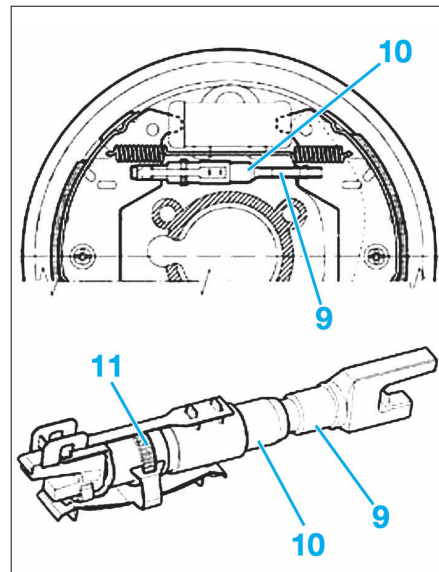

FIG. 16
- En cas de montage de segments neufs, mettre la vis de réglage (9) et le tirant (10) du dispositif de rattrapage au contact des segments (dispositif complètement vissé), puis dévisser la bague crantée (11) d'un demi-tour (Fig.16).